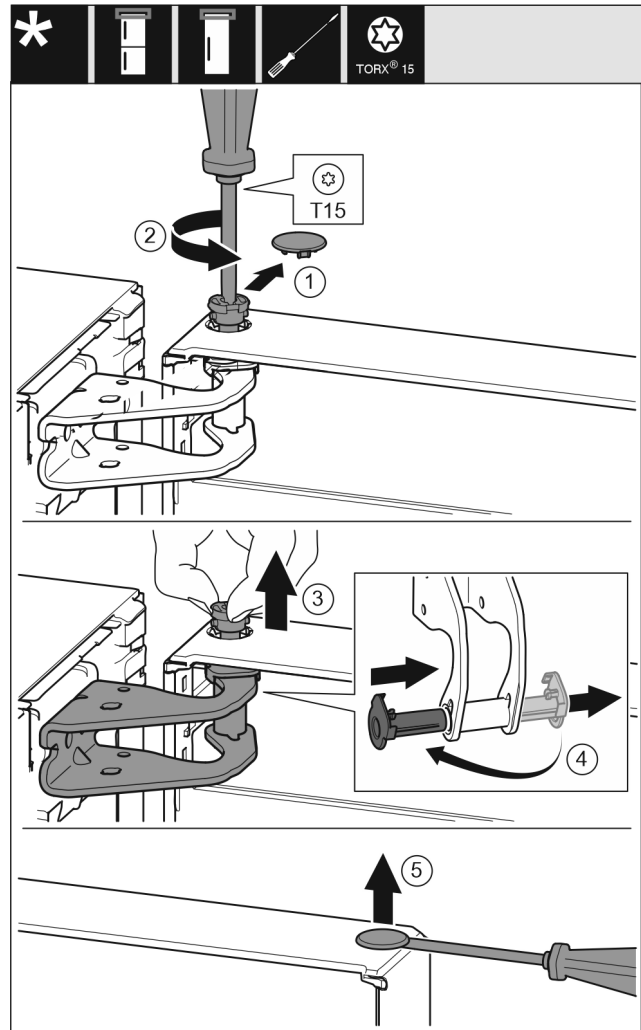

Fig. 6
- Ta försiktigt av blindlocket. Fig. 6 (1)
- Skruva ut bulten en bit med torxskruvmejsel T15. Fig. 6 (2)
- Håll fast dörren och dra ut bulten med fingrarna. Fig. 6 (3)
- Dra ut lagerbussningen ur hålen. Sätt in den från den andra sidan så att den går i lås med ett klick. Fig. 6 (4)
- Bänd försiktigt upp pluggarna från dörrlagerbussningen med en spårskruvmejsel och dra ut dem. Fig. 6 (5)